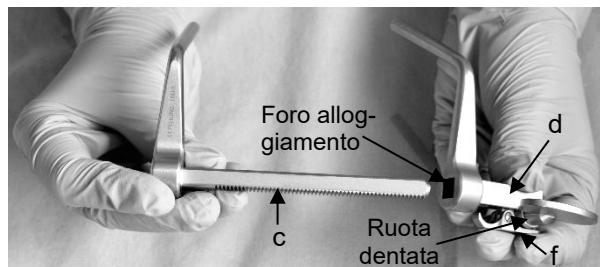

Fig. 16
1. Inserire la guida dentata (c) nel foro dell'alloggiamento (d), rilasciando al contempo il dispositivo di blocco (f) premendo in direzione della guida dentata (c) (Fig. 16).